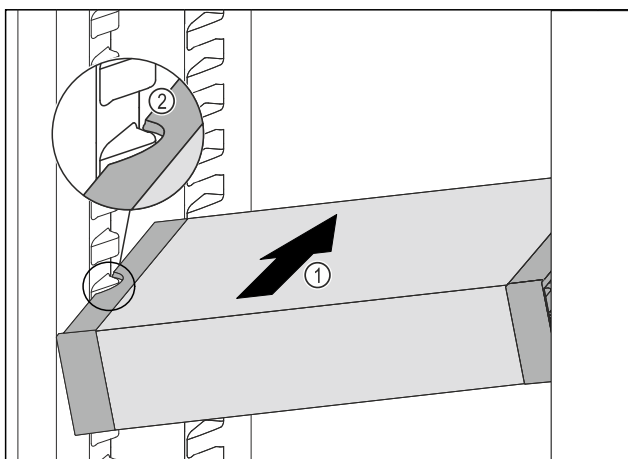

Fig. 102
- Insérer le VarioSafe en biais dans la partie réfrigérateur *Fig. 102 (1)* jusqu'à ce que les encoches latérales *Fig. 102 (2)* du VarioSafe se trouvent à la hauteur de la nervure du bac dans la partie réfrigérateur.